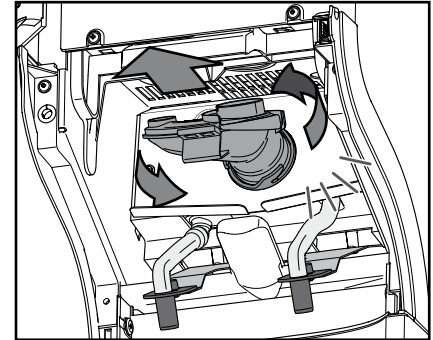

Fig. 38
- d. Drej blandeskålen imod urets retning for at udløse den, og tag den ud med tætningsringen (fig. 38).